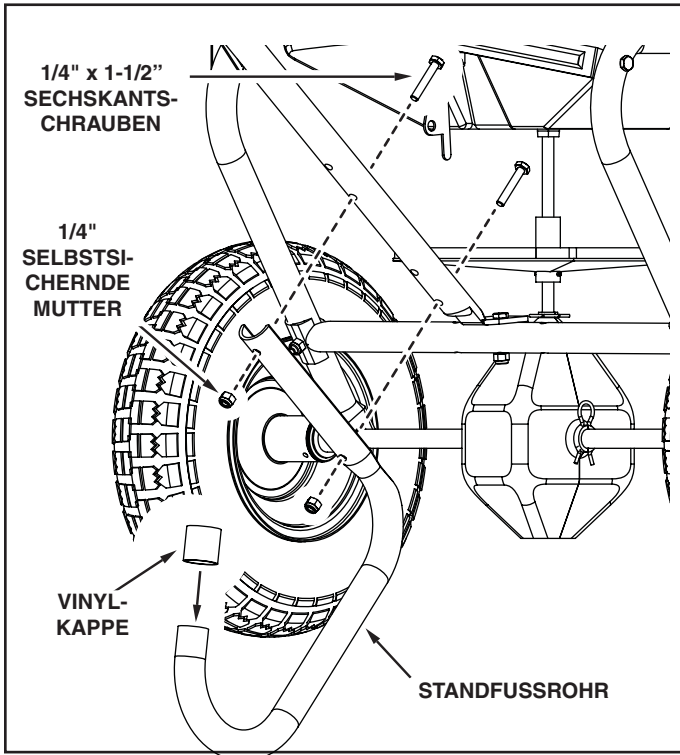

ABBILDUNG 5
12. Bringen Sie das Standfußrohr mit zwei 1/4" x 1-1/2" Sechskantschrauben und 1/4" selbstsichernden Muttern an den unteren Löchern im Griffrohr (lang) an. Siehe Abbildung 5.